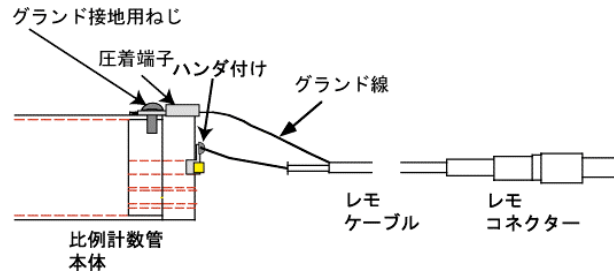

図 2.2D : 信号線の引き出
5. 片側の銀色のハトメに信号線の芯線をハンダ付けする。図 2.2D のように、信号線は片側のリモ型コネクタがついたリモ型同軸ケーブルを用いる。この同軸ケーブルは、PreAmp への信号と、アノードへの高電圧を伝える 2 つの役割を持つ。芯線とアースには約 1.5kV の高電圧がかかるので、周囲に絶縁用の透明熱収縮チューブをかぶせる。